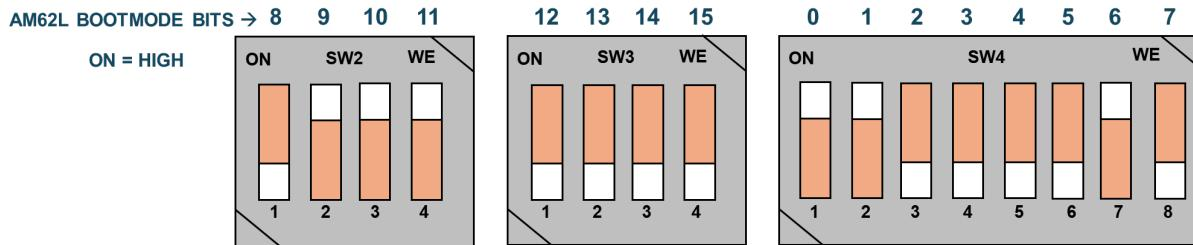

図 2-10. フル ピン数構成のブートモード (SD カード ブート) の例
1. 評価基板ブートスイッチ セレクタ (SW4, SW3, SW2) を選択したブートモードに設定します。図 2-10 に、SD カードのフル ピン数構成のブートモードの例を示します。